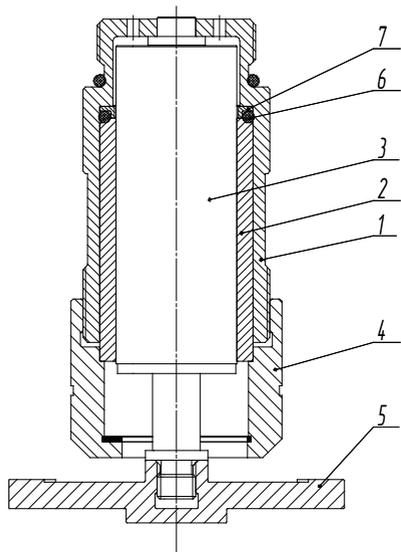
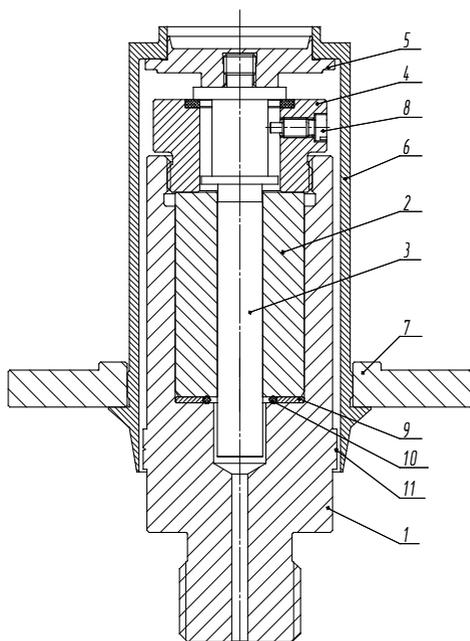

Рисунок 6. Устройство ИПС диапазона -1...0.
Рисунок 8. Устройство ИПС диапазона 1...160.
ИПС состоит из корпуса 1 (Рис. 6–8), цилиндра 2, поршня 3 с грузоприёмным устройством 5, гайки 4. На грузоприёмное устройство устанавливается колокол 6 (Рис. 8) с тарелкой колокола 7 или переходная тарелка. Ограничитель 8 служит для ограничения хода поршня 3 в ИПС. Для определения равновесного состояния поршня на корпусе ИПС 1 имеется специальная риска 11.
6.3.1.1 Поставьте ИПС в вертикальное положение, так что бы грузоприемное устройство 5 (Рис. 6) было сверху, во избежание выпадения поршня 3 или цилиндра 2 из корпуса ИПС 1 при разборке.
6.3.3.1 Поставьте ИПС в вертикальное положение, так что бы грузоприемное устройство 5 (Рис. 8) было сверху, во избежание выпадения поршня 3 или цилиндра 2 из корпуса ИПС 1 при разборке.
6.8.1.1 На грузоприемное устройство 5 (Рис. 6) установите тарелку переходную (груз без бокового разреза). Поверх нее установите приспособление контроля вертикальности (далее ПКВ (уровень)).
6.8.3.1 На грузоприемное устройство 5 (Рис. 8) установите ПКВ (уровень).